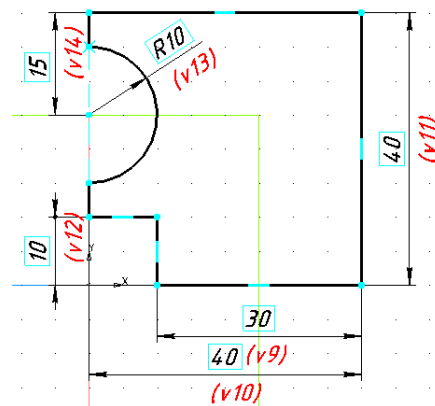

Рис. 3.
7) Проставить размеры (рис. 3).